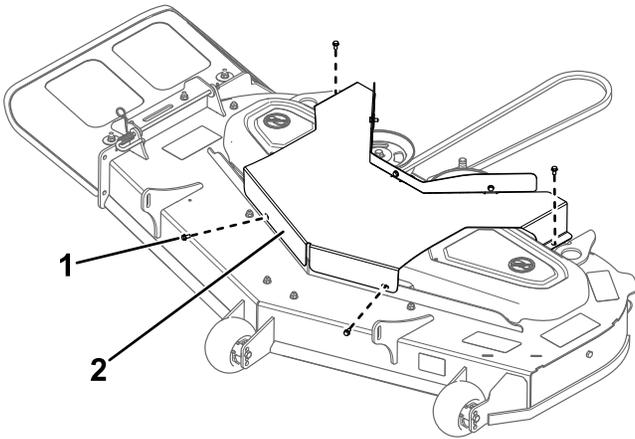

図 28
4. デッキガードを固定しているボルト4本を外してガードを外す 図 28。